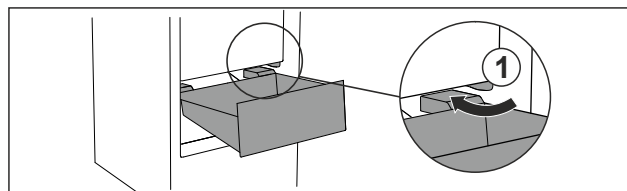

Fig. 94
- Lade schuin rond de stoppers Fig. 94 (1) leiden.